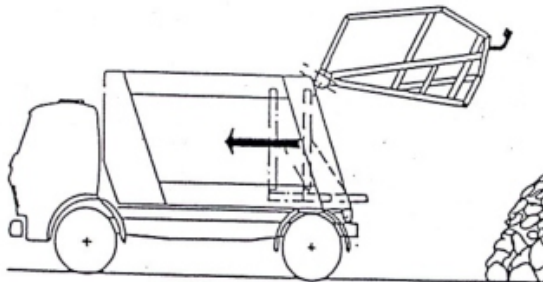

Рис. 25
6.5.5. После разгрузки мусоровоза нажать на кнопку перемещения выталкивающего щита к кабине 5 (рис.11) и отодвинуть его до упора (рис.25).